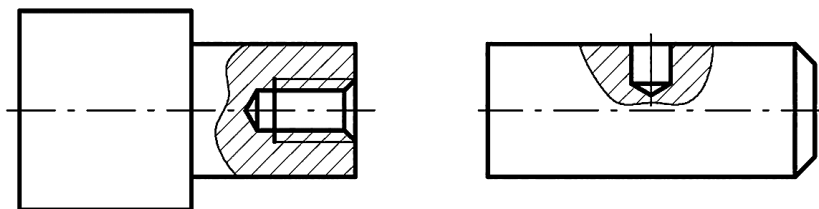

Рис. 32
*Местный разрез.* Для выявления внутреннего устройства предмета в отдельном, узко ограниченном месте применяют местный разрез. Местный разрез выделяют на чертежах сплошной волнистой линией (рис. 32).